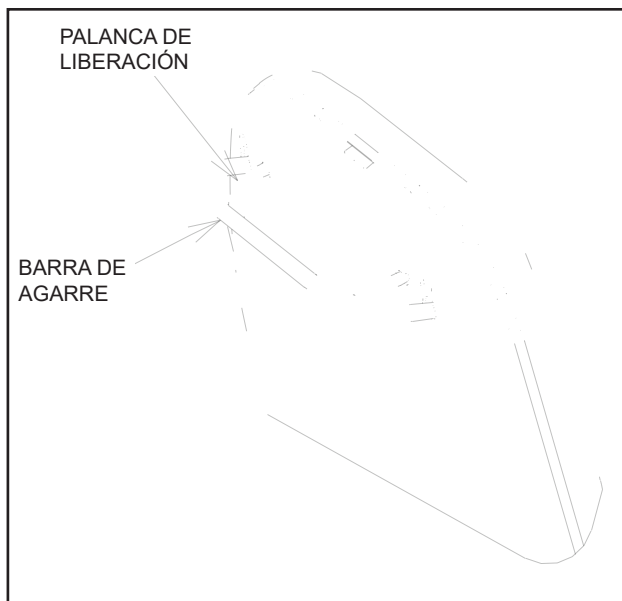

FIGURA 3
- La parte superior de la silla se puede inclinar manualmente. Para ello, libere el bloqueo apretando simultáneamente la palanca de liberación y la barra de agarre del respaldo de la silla. Empuje hacia atrás para reclinar. Suelte las dos barras para bloquear la parte superior a la posición deseada. (Figura 3).